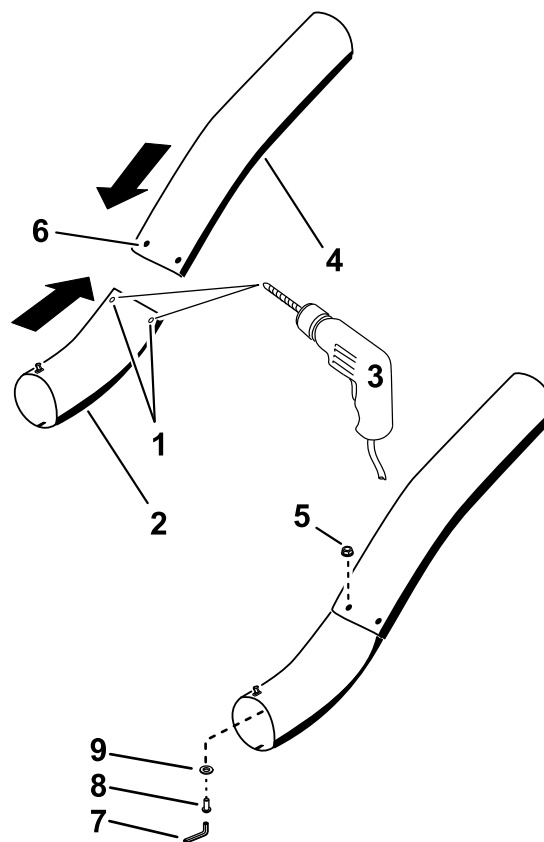

Figure 23
($\frac{1}{4}$ po) de diamètre dans les creux du tube inférieur (Figure 23).
15. Placez les rondelles ($\frac{1}{4}$ po) sur les boulons (Figure 23).
16. À l'aide d'une clé hexagonale, installez les vis ($\frac{1}{4} \times \frac{3}{4}$ po) et les rondelles ($\frac{1}{4}$ po), depuis l'intérieur du tube inférieur, dans les trous existants du tube supérieur (Figure 23).
17. Fixez les tubes ensemble au moyen des écrous ($\frac{1}{4}$ po) (Figure 23).